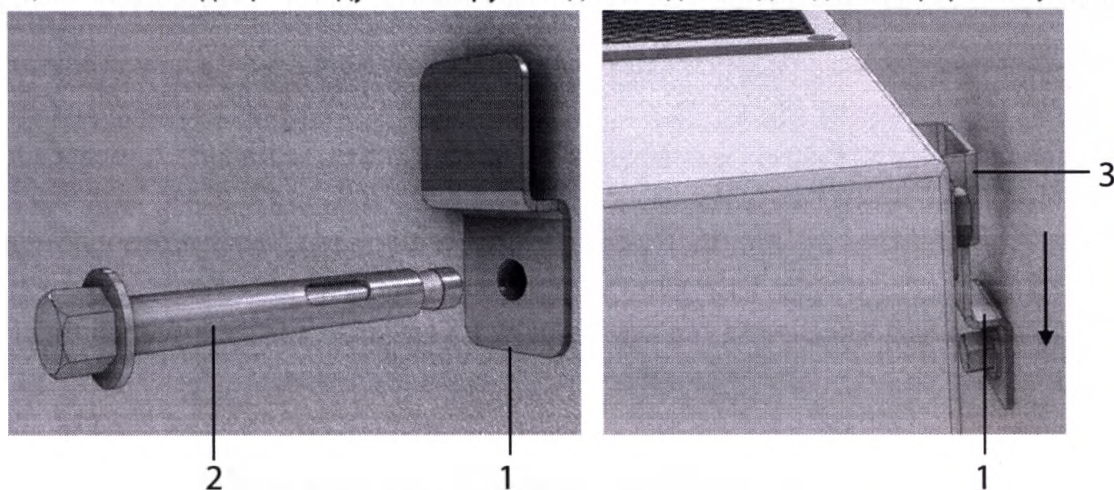

Рисунок 13.1 – Монтаж рециркулятора
1. Провести монтаж крюков 1 (см. Рисунок 13.1) в соответствии с ПРИЛОЖЕНИЕМ А.
2. Навесить рециркулятор на установленные крюки 1 (см. Рисунок 13.1).